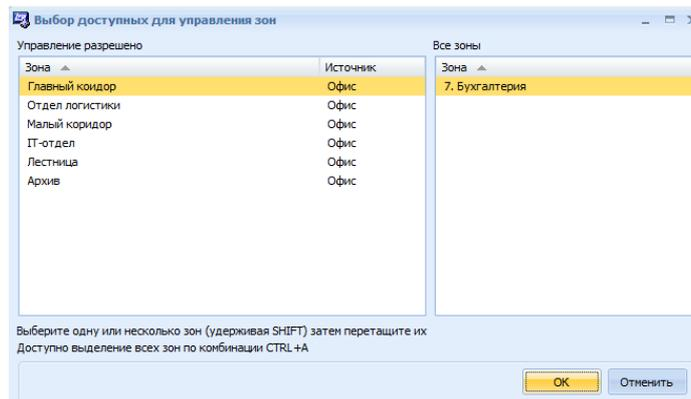

Рисунок 23.26 Окно «Выбор доступных для управления зон»
- Доступные зоны - выбрать доступные для управления зоны. Для этого следует нажать кнопку **Изменить**, в открывшемся окне «Выбор доступных для управления зон» перетащить нужные зоны из поля «Все зоны» в поле «Управление разрешено» и нажать **ОК** (Рисунок 23.26). Подробнее См. 23.2, вкладка Охрана.